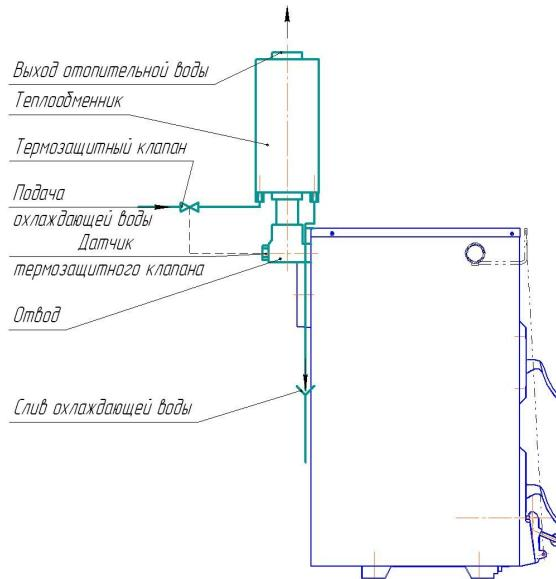

Рис.7.1
2. Схема подключения теплообменника (дополнительного оборудования) приведена на рис. 7.1. При этом срабатывание термозащитного клапана настраивается на температуру 90-100 °С, минимальное избыточное давление охлаждающей воды должно быть 2,0 бар (максимальное 6,0 бар), объёмный расход должен быть минимум 11 л/мин.
**ВНИМАНИЕ!** Отопительные котлы экспортной поставки могут быть оснащены дополнительно устройством (предохранительным теплообменником, см. схему подключения на рис. 7.1), обеспечивающим надежный отвод тепла (исключающий переохлаждение котла) в случае замерзания отопительной системы, отсутствии циркуляции воды, отключения электроэнергии и т.д. без использования дополнительной энергии.